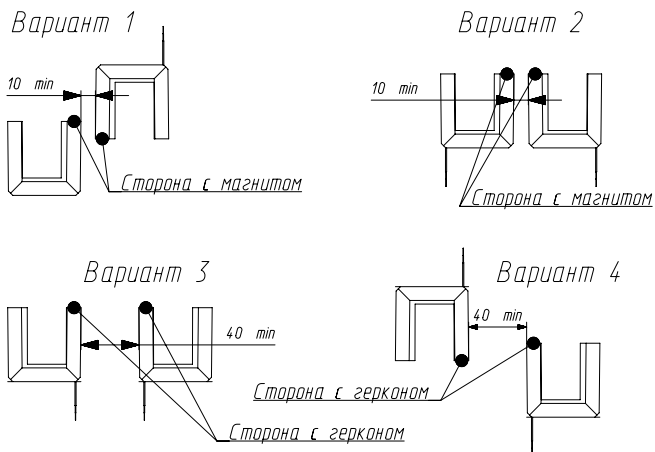

Рис.3
5.2. В случае необходимости установки герконовых датчиков в непосредственной близости друг от друга возможно их взаимное влияние. Для исключения этого влияния требуется ориентировать датчики относительно друг друга как указано на рис. 3.